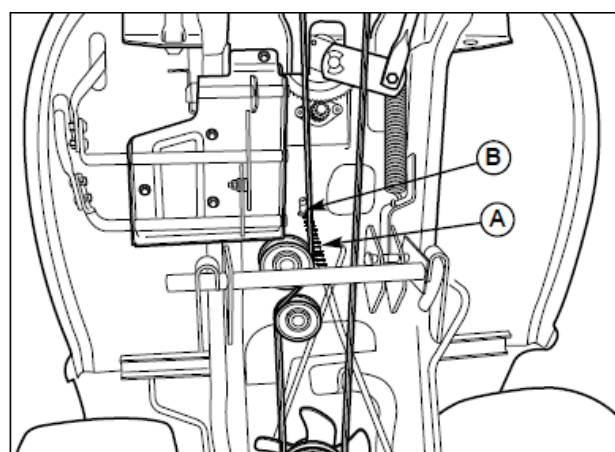

図 33 ブレーキスプリングの調整
3. ブレーキスプリング(図 33 の A)と調整ナット (B) を置いてください。
スプリングがこの規定でない場合、調整ナット (図 33 の B) をいずれかの方向に回してください。